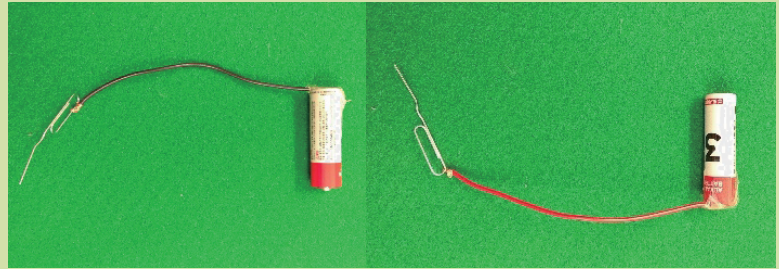

図4 リード線を電池とゼムクリップにとりつけた様子
- ② 【図4】に示したように、リード線の一方をセロハンテープを利用して電池にとりつけ、他方をゼムクリ